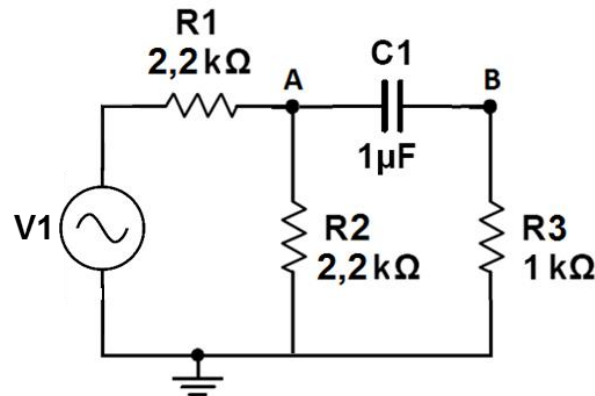

Figura 5.15
- **Objetivo:** Montar o circuito apresentado na Figura 5.15, e medir as tensões RMS nos pontos A e B, em relação ao comum (GND) e as quedas em cima de R1 e C1, de acordo com os valores de tensão da fonte e as frequências do sinal de entrada apresentados na Tabela 5-3. Também, medir os sinais em cada ponto do circuito no osciloscópio. Medir a reatância capacitiva de C1 para cada caso.
- 5º. Monte o circuito apresentado na Figura 5.15 na protoboard, onde V1 é a tensão RMS do gerador de funções.
- 12º. Meça as tensões indicadas na Figura 5.15 e preencha a Tabela 5-3.